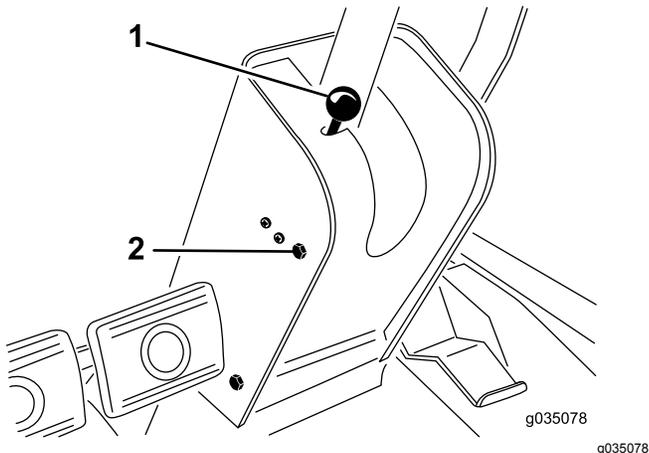

図 29
1. 駐車ブレーキロッドのノブを外し、次にハンドルタワーのカバーを止めているねじを外す 図 29。